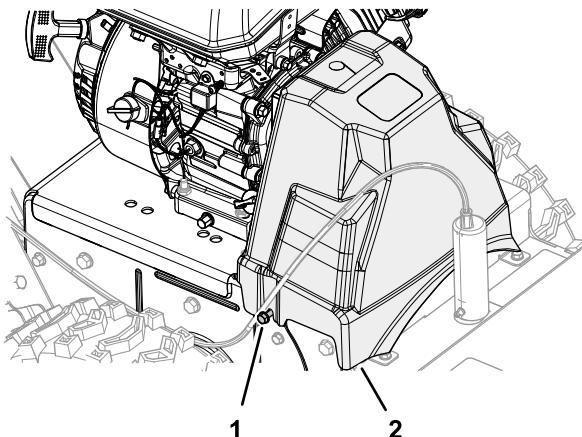

Figura 43
- Alinhe as ranhuras na cobertura da correia com os dois parafusos de cabeça flangeada (Figura 43).
- Instale a cobertura da correia na máquina (Figura 43).